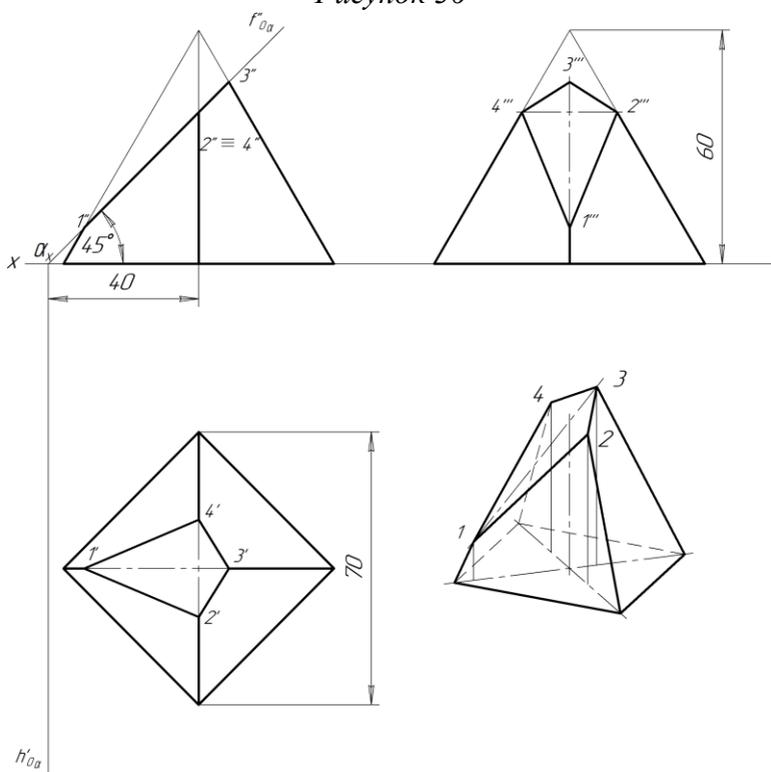

Рисунок 37
• Выполнить *ортогональный чертёж усечённой пирамиды* с квадратным основанием (рисунок 37). Высота пирамиды – 60 мм; диагональ основания – 70 мм; наклон секущей плоскости –  $45^\circ$ ; расстояние от высоты пирамиды до точки схода следов секущей плоскости – 40 мм.
Для задания 35 построить *прямоугольную диметрическую проекцию* усеченной пирамиды по размерам этого чертежа (рисунок 37).